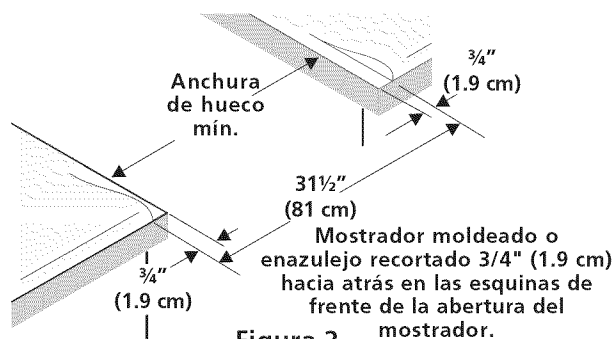

Figura 2
- El reborde de frente de mostradores moldeados** deben tener bordes moldeados a $\frac{3}{4}$ " (1.9cm) a partir de cada extremidad de la apertura (Figura 2).
- Los mostradores enazulejos** deberán necesitar un recorte de $\frac{3}{4}$ " (1.9 cm) a partir de cada extremidad y/o un borde redondeado aplanado (Figura 2).